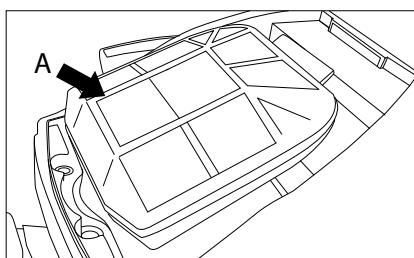

Fig. 24
1. Deschideti capacul filtrului de aer, scoateti filtru de aer (A) (Fig. 24).